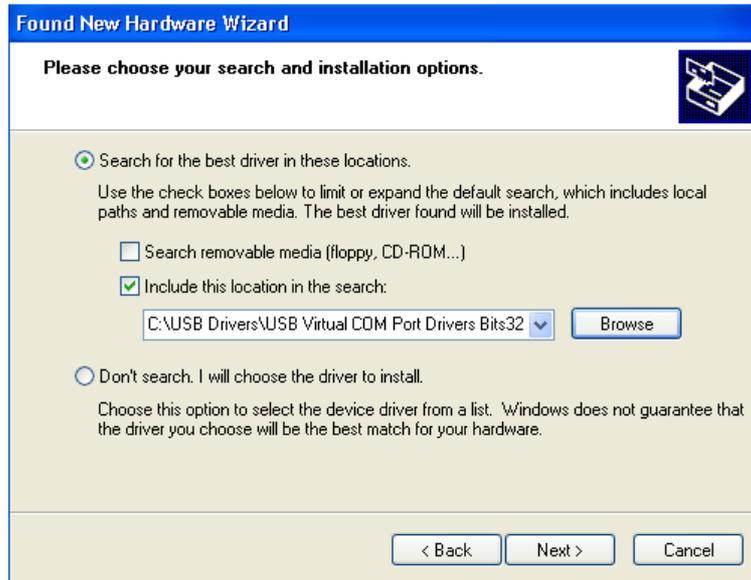

Fig. 2-15
- ◆ Selecione "Search for the best driver in these locations" (Procure pelo melhor driver nesta localização) e entre o caminho do arquivo na caixa combo ("C:\USB Drivers\USB Virtual COM Port Drivers Bits32" in Fig.2-15 abaixo) ou procure-o ao clicar no botão procurar. Uma vez que o caminho do arquivo estiver sido inserido na caixa, clique para proceder com o próximo.